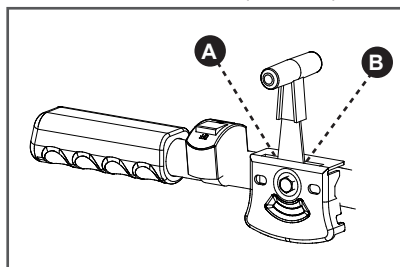

Рис. 30. Положения рычага газа
5. Переведите рычаг газа на 1/3 хода в сторону положения максимальных оборотов двигателя (Рис. 30)
3. Переведите рычаг газа в положение «В» максимальных оборотов двигателя (Рис. 30).
5. Для изменения скорости движения мотоблока на каждой передаче пользуйтесь рычагом газа (Рис. 30).
5. Переведите рычаг газа в положение «В» максимальных оборотов двигателя (Рис. 30).